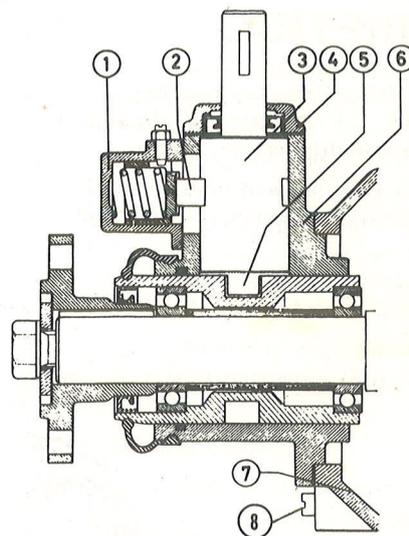

Figure 58. Mécanisme de commande
1. Vider l'huile de l'inverseur en dévissant la vis de vidange d'huile (8, figure 58).
3. Enlever les vis de fixation du carter (6) sur le boîtier d'inverseur (7). Retirer le carter (6) de quelques millimètres vers l'arrière du bateau (le travail sera facilité en actionnant avec précaution le levier). Introduire un canif entre les surfaces d'étanchéité et dégager avec précaution le joint de telle manière qu'il ne se fixe que sur l'une des surfaces d'étanchéité.
4. Tourner le carter (6) pour le placer dans la position désirée et bien le fixer ensuite.
1. Desserrer le boîtier de blocage (1, figure 58) et sortir la goupille de verrouillage (2).
2. Desserrer le couvercle (4) sans le retirer de l'arbre.
3. Sortir l'arbre (3) et le couvercle (4) du carter et tourner l'arbre de 180° (un demi-tour). Tourner également l'entraîneur (5) d'un demi-tour et monter l'arbre.